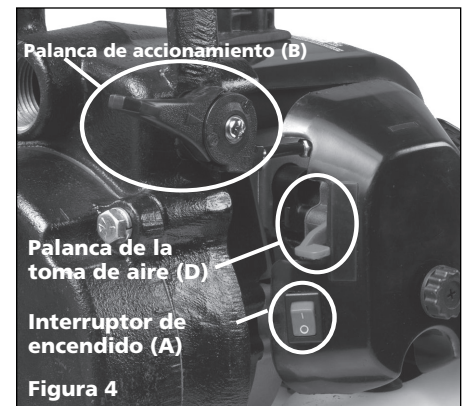

Figura 4
- Mueva el interruptor de encendido (A) hacia la posición ON (encendido) (vea la Figura 4).
- Mueva la palanca de accionamiento (B) hacia la posición más lenta (vea la Figura 4).
HALF CHOKE (media toma), y RUN (funcionamiento). Mueva la palanca de la toma de aire (D) hasta la posición FULL CHOKE (vea la Figura 4).